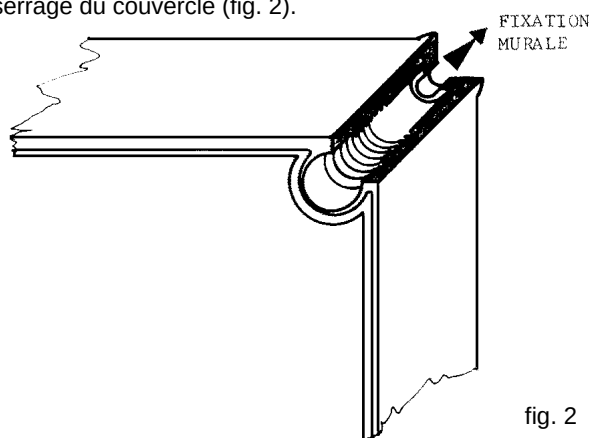

fig. 2
- Fixer le coffret par les 4 trous placés sous les vis de serrage du couvercle (fig. 2).